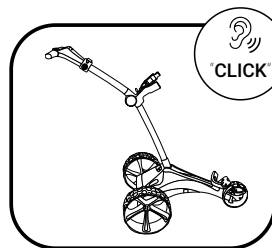

fig 4
4. Du hör ett positivt "klick" när vagnen är helt utfälld (fig. 4)